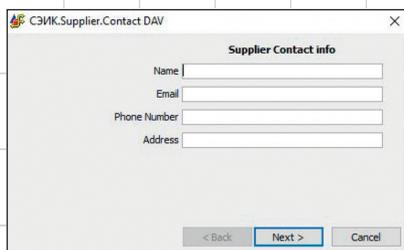

Рис. 9. Создание нового контакта поставщика
- **Contacts** — на этом этапе можно также добавить контакты поставщика, относящиеся к данной заявке, путем выбора из списка или создания нового контакта (рис. 9).